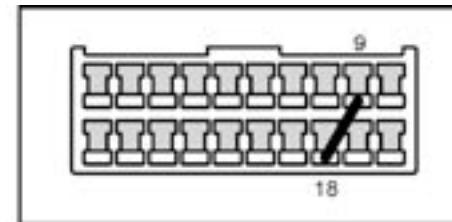

Рисунок 3. Установка перемычки на разъёме иммобилизатора
- 6.2 При отсутствии в системе иммобилизатора проверьте наличие перемычки на его разъёме (рисунок 3).